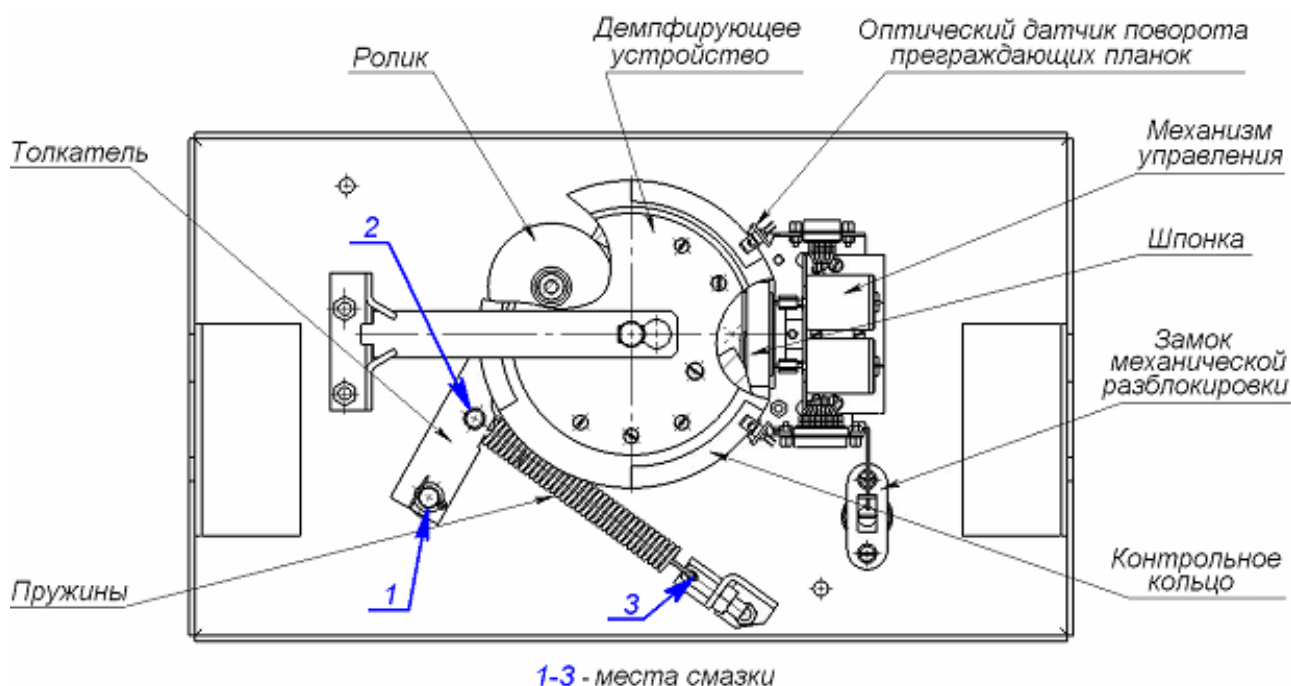

Рисунок 14. Расположение внутренних деталей и узлов стойки ЭП
2. Снимите крышку (3) в порядке, указанном в разд. 6 и положите ее на ровную устойчивую поверхность.
3. Осмотрите устройство доворота (толкатель, пружины и ролик), оптические датчики поворота преграждающих планок и демпфирующее устройство (см. рис. 14).
- четыре втулки на устройстве доворота – две на оси вращения толкателя и две на оси крепления пружин, а также отверстия в деталях крепления пружин, по две - три капли масла в каждое место смазки (места смазки указаны на рис. 14);
- механизмы секретности замка механической разблокировки (7), замка крышки (4) и замков заглушек стойки ЭП (11) со стороны замочной скважины;